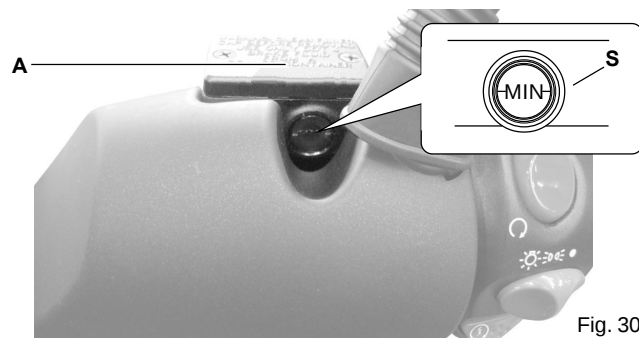
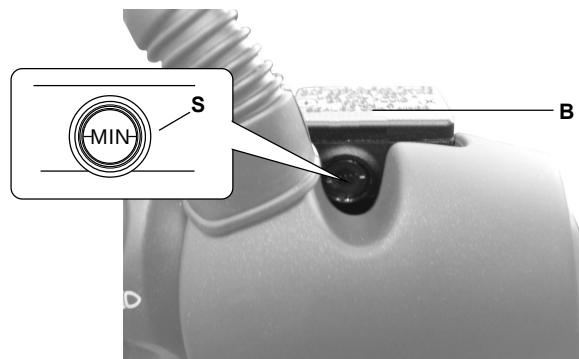

Fig. 30
Fig. 31
- Le contrôle (visuel) doit être effectué à travers le regard (S - Fig. 30 - 31) des réservoirs : frein avant (A - Fig. 30) et frein arrière (B - Fig. 31), avec le véhicule sur une surface plane et parfaitement verticale.